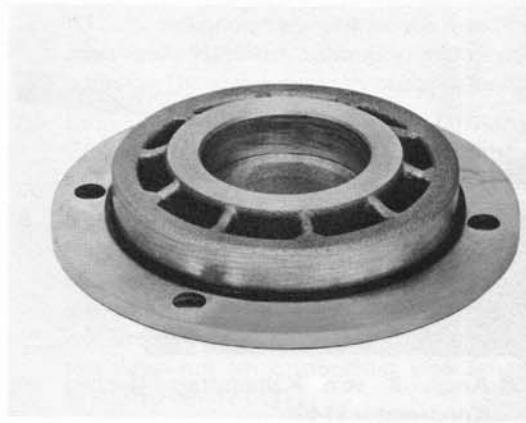

Abb. 66 Hinteres Lagergehäuse mit O-Ring
13. Hinteres Lagergehäuse mit neuem O-Ring bespannen (Abb. 66).